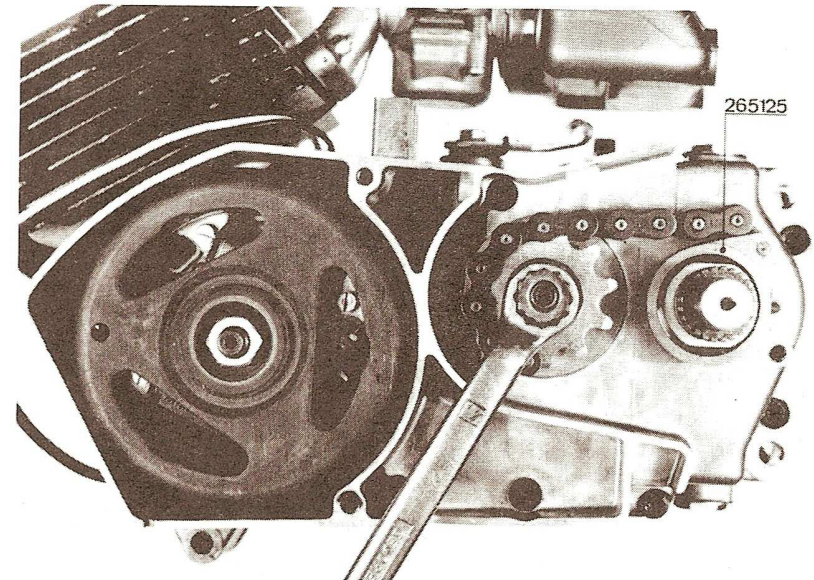

Fig.10
- bloquer le pignon de chaîne par moyen de la chaîne de blocage n° 265125 (voir Fig.10)